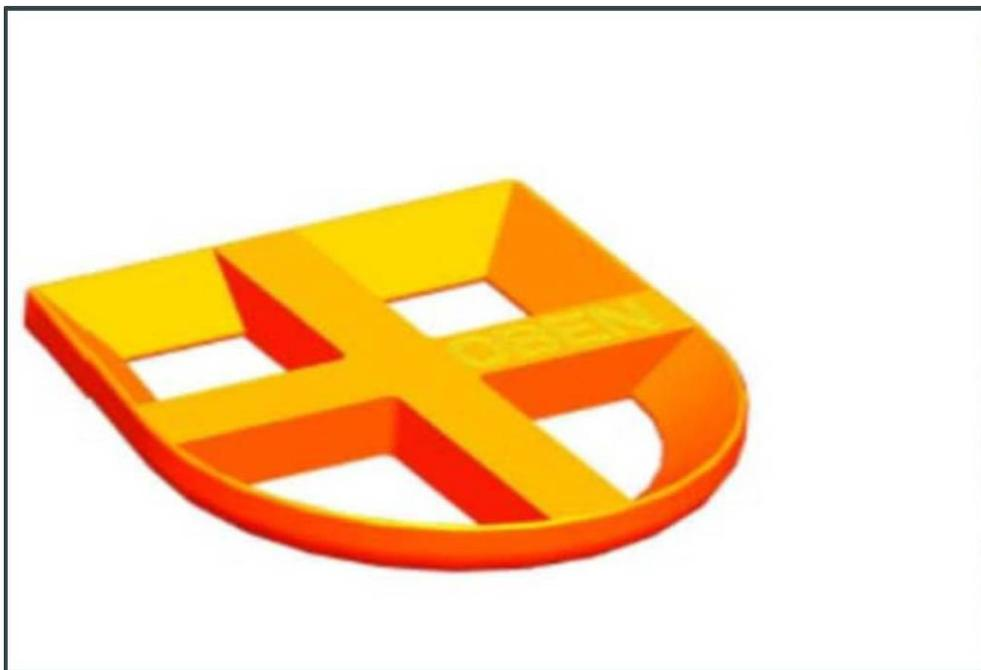
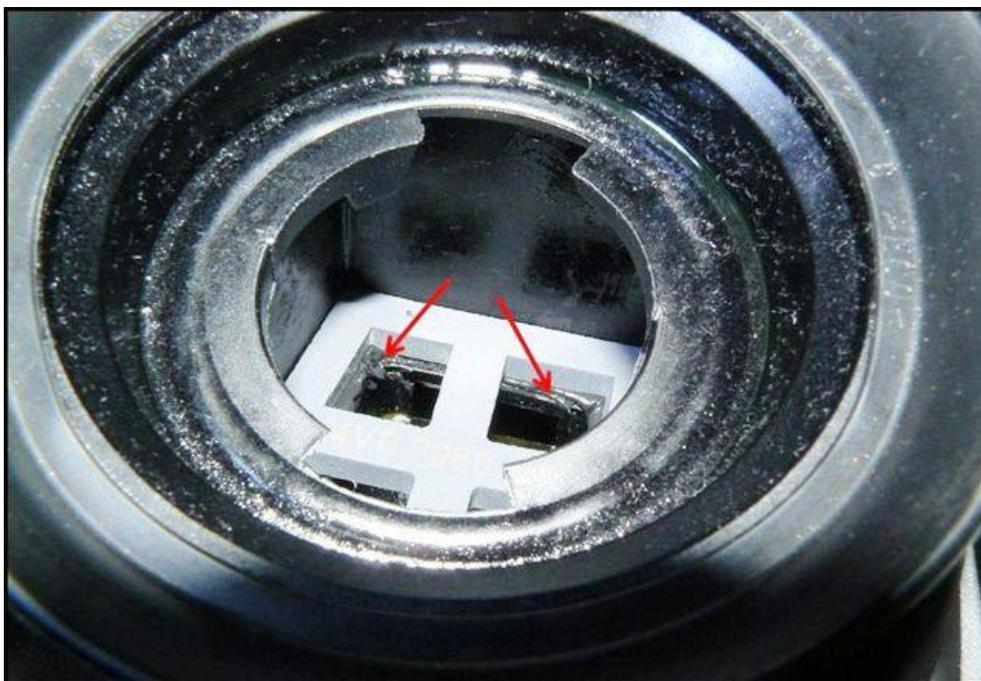

Fig. 10
Fig. 11
- Insérez le joint moulé portant le numéro de pièce d'origine : 03L 103 121 (voir Fig. 10) à travers l'ouverture du goulot de remplissage d'huile, redressez-le dans la bonne position et appuyez dessus (voir Fig. 11).
Lors de la pose du joint moulé, tenez compte de son asymétrie et de l'inscription « Oben » (en haut) ! Tout excédent de colle (voir fig. 11, flèches) doit être retiré immédiatement à l'aide d'un tournevis !
- Retirez la colle restante (voir Fig. 11) à l'aide d'un tournevis.